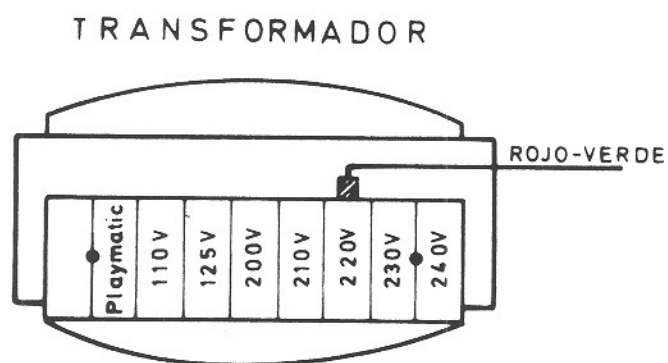

FIG. 2
Se efectua en la regleta situada sobre el transformador (fig.2)
- Colocar el terminal móvil (ROJO-VERDE) en la posición correspondiente a la tensión de red disponible (fig.2).